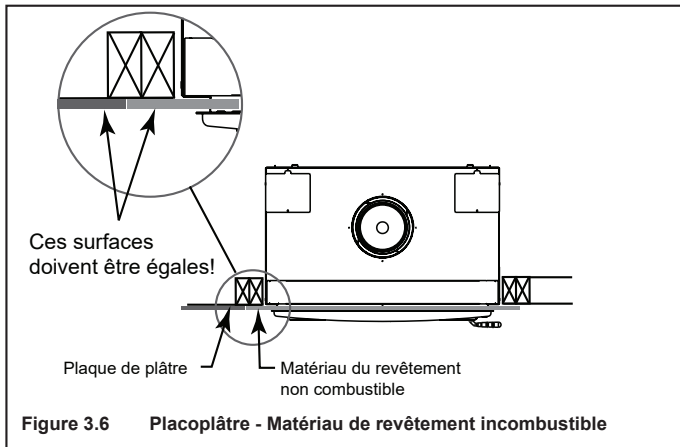

Figure 3.6 Placoplâtre - Matériau de revêtement incombustible
Le foyer devrait être placé pour que la face du matériau non combustible sur le foyer arrive à égalité avec la face de la cloison sèche sur les murs. Voir la figure 3.6.
- Les bandes en métal doivent se prolonger au-delà des côtés avant et latéraux, de l'ouverture du foyer, d'au moins 51 mm (2 po). Voir la figure 3.6.
- Protéger l'avant d'une plate-forme surélevée au-dessus du prolongement de l'âtre à l'aide de bandes métalliques (non incluses avec le foyer) conformément à la figure 3.6. Voir la section 7 f pour les instructions relatives à la prolongement de l'âtre.